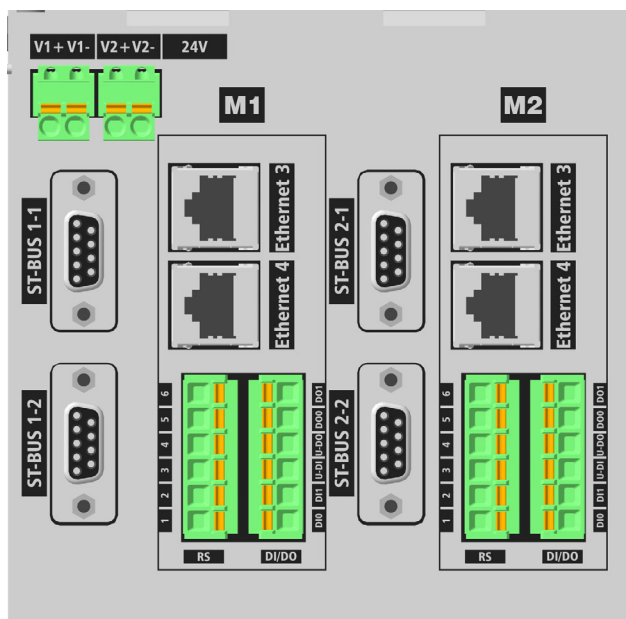

Рисунок 16 - Разъемы для подключения внешних цепей к каркасу CR6 MR
- разъемы DI/DO, 485, Ethernet 3, Ethernet 4 для подключения внешних цепей к мастер-модулям M1, M2 (см. рисунок 16);